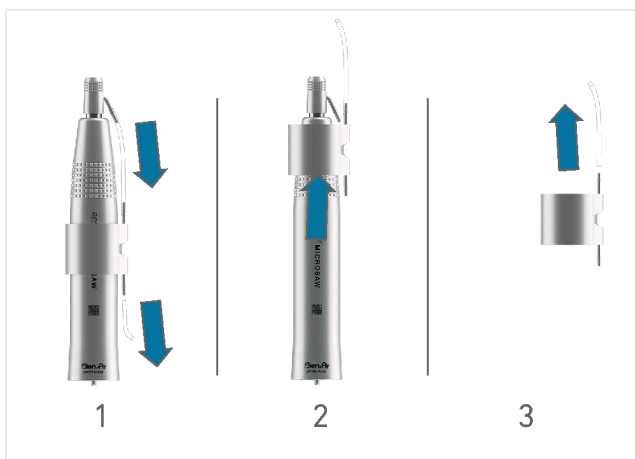

FIG. 3
1. Retire cuidadosamente a linha de irrigação da parte traseira do anel de irrigação (FIG. 3, passo 1).
2. Retire cuidadosamente a porção cortada da linha de irrigação do tubo frontal da microsserra (FIG. 3, passo 1).
- b) Se o anel de irrigação não permanecer na microsserra, deslize cuidadosamente o anel de irrigação em direção à parte frontal da microsserra (FIG. 3, passo 2) e, de seguida, retire o restante da porção cortada da linha de irrigação do outro tubo do anel de irrigação previamente removido (FIG. 3, passo 3).